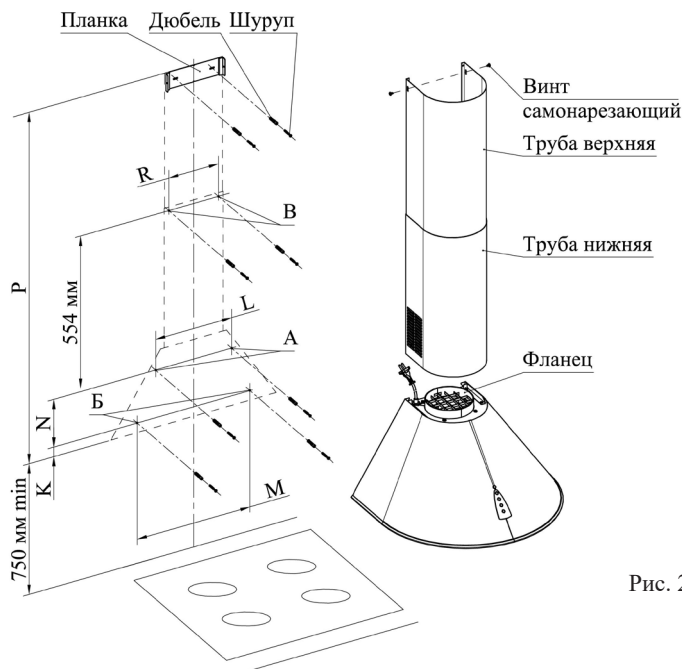

Рис. 2
- 6.3 С учетом установочной высоты и центральной линии разметьте на стене отверстия (А, Б, В) (рис. 2).
- 6.4 Просверлите отверстия (А, Б, В) диаметром 8 мм на глубину 50 мм (рис. 2).
- 6.5 В отверстия (А и Б) вставьте дюбели согласно рис. 2 и по отверстиям А заверните не
- 6.8 Вставьте дюбели в отверстия В и заверните не до упора шурупы (рис. 2). Вставьте верхнюю декоративную трубу в нижнюю и установите обе трубы в корпус воздухоочистителя, навесив нижнюю трубу на шурупы. Доверните шурупы до упора.